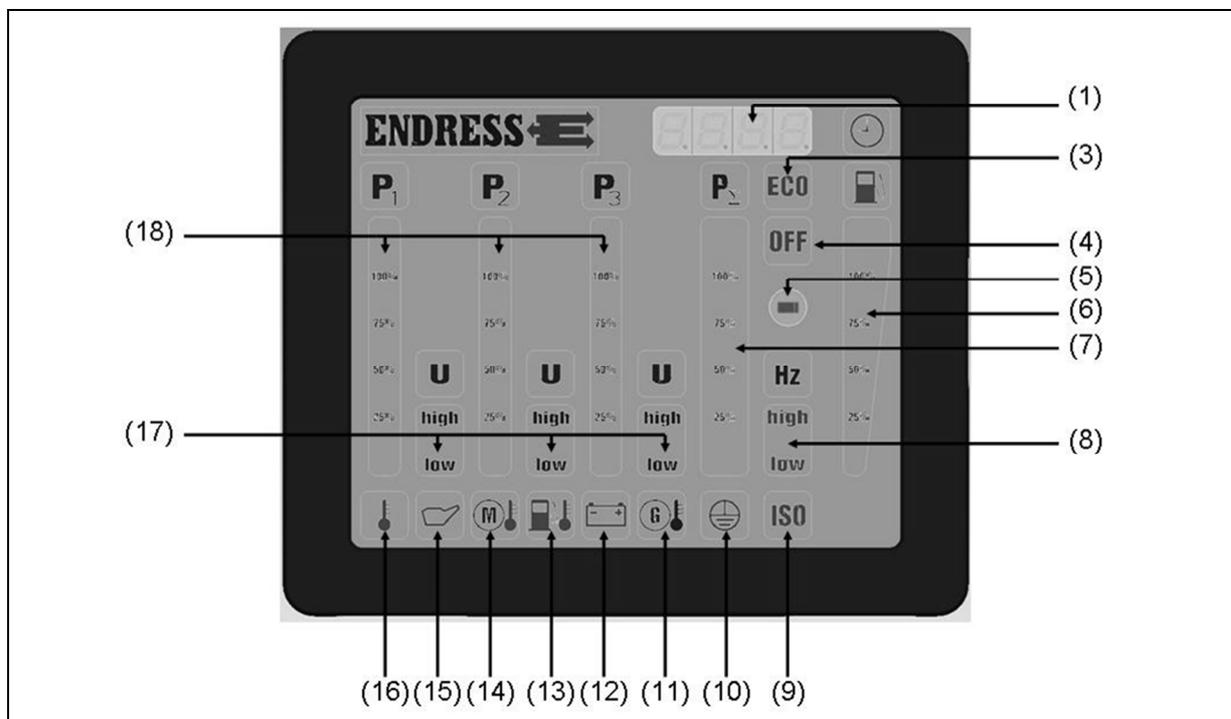

Abb. 4-6: Multifunktionsdisplay
Sobald der START-STOP-Schalter auf die Pos. „Betrieb“ gestellt wird, leuchten zur Kontrolle alle LEDs für ca. 2 Sekunden. Danach wird für ca. 30 Sekunden die normale Betriebsbeleuchtung angezeigt. Falls in dieser Zeit der Motor nicht gestartet wird, geht das E-MCS 4.0 in den Sleepmodus und die Anzeige erlischt. Um das E-MCS 4.0 wieder in den Betriebszustand bringen zu können, muss der START-STOP-Schalter zuerst wieder in Pos. „STOP“ gebracht werden. Die Anzeigeintensität ist abhängig von der Umgebungshelligkeit (Sensor siehe Abb. 4-6-(5)).
- Betriebsstunden:** Anzeige (siehe Abb. 4-6-(1)) ist bei laufendem Gerät oder für 30 Sekunden aktiv, wenn START-STOP-Schalter in Pos. „Betrieb“ steht.
- Umgebungstemperatur:** Leuchtet die Anzeige (siehe Abb. 4-6-(16)) bei laufendem Gerät rot, ist die Temperatur zu hoch und das Gerät sollte ausgeschaltet werden.
- Öldruck:** Leuchtet die Anzeige (siehe Abb. 4-6-(15)) bei laufendem Gerät rot, ist der Öldruck zu gering und das Gerät schaltet automatisch ab bzw. der Buzzer ertönt, dieser kann mit der Quittierungstaste quittiert werden.
Motortemperatur: Leuchtet die Anzeige (siehe Abb. 4-6-(14)) bei laufendem Gerät rot, ist die Motortemperatur zu hoch und das Gerät sollte ausgeschaltet werden.
Kraftstofftemperatur: Leuchtet die Anzeige (siehe Abb. 4-6-(13)) bei laufendem Gerät rot, ist die Kraftstofftemperatur zu hoch und das Gerät sollte ausgeschaltet werden.
Batterieladekontrolle: Leuchtet die Anzeige (siehe Abb. 4-6-(12)) rot ist die Ladefunktion der Lichtmaschine ausgefallen.
Isolationsüberwachung: Leuchtet die Anzeige (siehe Abb. 4-6-(9)) rot bzw. ertönt der Buzzer so liegt ein Isolationsfehler vor. (siehe Kap. 5 Isolationsüberwachung).
Schutzleiterprüfung: Leuchtet die Anzeige (siehe Abb. 4-6-(10)) während der Schutzleiterprüfung (siehe Kap. 4.7 Schutzleiterprüfung) grün so sind die Schutzleiter der angeschlossenen Geräte in Ordnung. Ist die Schutzleiterfunktion nicht gewährt, bleibt die Anzeige aus.
Füllstand Kraftstofftank: Die Anzeige (siehe Abb. 4-6-(6)) gibt einen ungefähren Richtwert über den Tankinhalt.
Frequenz: Leuchtet die Anzeige (siehe Abb. 4-6-(8)) grün, befindet sich die Frequenz im korrekten Bereich (47,5-52,5 Hz).
Phasen L1-L2-L3: Für einzelnen Phasen L1 bis L3 (siehe Abb. 4-6-(18)) wird jeweils einzeln angezeigt:
Spannung (U) (siehe Abb. 4-6-(17)):
Belastung (P) (siehe Abb. 4-6-(18)):
Relative Belastungsanzeige: Belastung (P_{Σ}) (siehe Abb. 4-6-(7))
NOT-AUS-Taster: Leuchtet das Symbol „OFF“ (siehe Abb. 4-6-(4)) rot und der Buzzer ertönt, wurde der NOT-AUS-Taster gedrückt. Der Buzzer kann mithilfe der Quittierungstaste quittiert werden. (Buzzer nur aktiv bei bestellter Sonderaustattung „Isolationsüberwachung“, „Firecan“)
- ✓ Das Symbol am Display (siehe Abb. 4-6-(8)) zeigt das Ergebnis an: